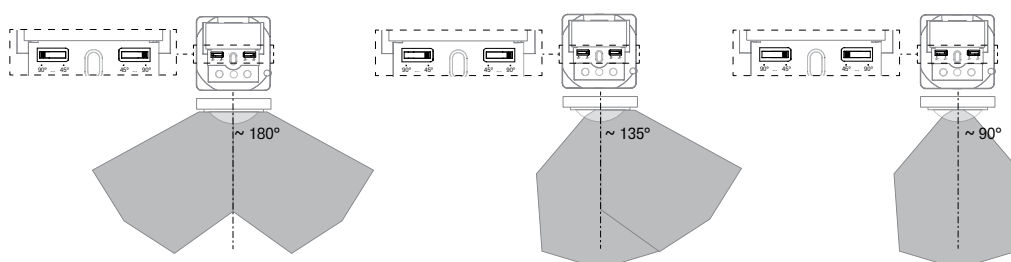
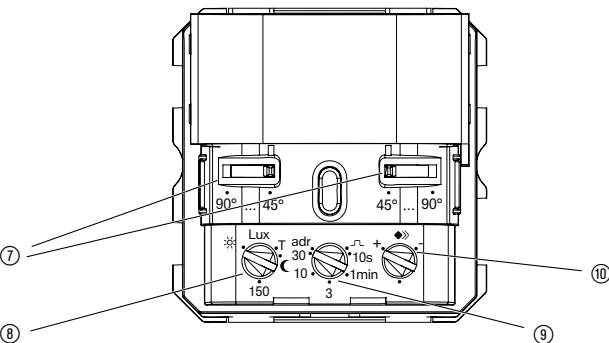

Bild 5: Einstellung des Erfassungswinkels
Bild 9: Einsteller und Potenziometer
Der Erfassungswinkel kann für die rechte und für die linke Seite je Einsteller (Bild 9, 7) zwischen 45° ... 90° eingeschränkt werden. Somit kann der Erfassungswinkel zwischen 90° bis ca. 180° liegen (Bild 5).
- Potenziometer Ansprechhelligkeit (Bild 9, 8) auf Position TEST einstellen.
- Potenziometer Nachlaufzeit (Bild 9, 9) in die gewünschte Position drehen.